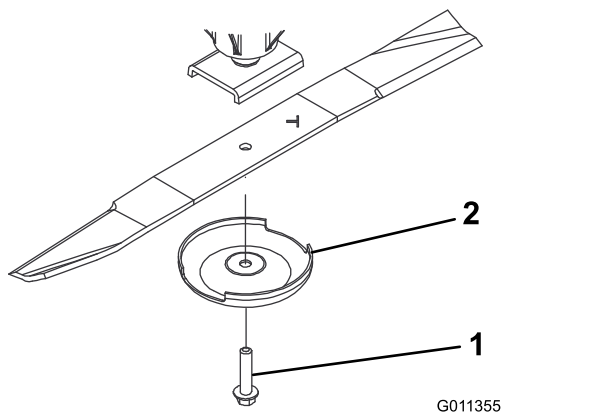

Рисунок 129
3. Снимите болт ножа, защитный колпак и нож с вала шпинделя (**Рисунок 129**).